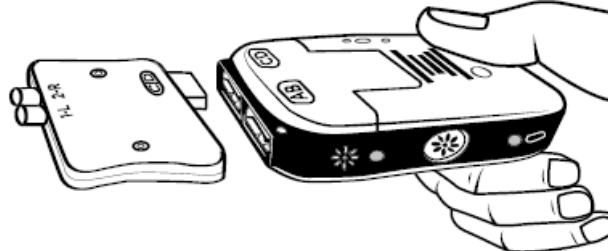

Figura 7. Conexión del adaptador de ETS al ETS 2
3. Enchufe el adaptador de ETS En el puerto de ETS 2 con la etiqueta “CD” (Figura 7).